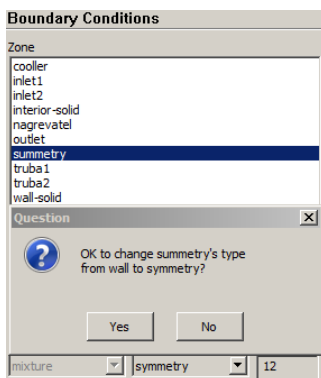

Рис. 38 – Настройка граничного условия симметрии
**Шаг 9.** Затем необходимо для границы симметрии применить соответствующий тип граничного условия. В поле *Type* выбирается тип *symmetry* и на запрос программы о его изменении ответить *Yes*. (*Да*) (рис. 38):